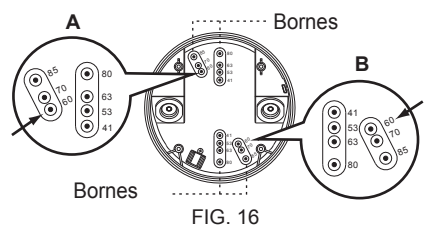

FIG. 16
3.3.4.1 L'arrière de la boîte de dérivation comporte 7 paires de bornes à distances variables (de 41 mm à 85 mm) qui peuvent être sélectionnées selon les différentes applications de montage (voir FIG. 16). Sélectionner deux nombres identiques à chaque extrémité pour la distance correspondante (voir FIG. 17).